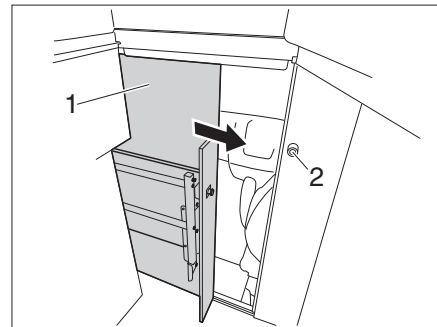

Bild 63 Schloss Fahrerhaus
- ▷ Nur mit gesicherter Tür (Bild 63,1) fahren.
- Tür (Bild 63,1) zuschieben, bis sie im Schloss einrastet.
- Den Griff (Bild 63,2) entgegen dem Uhrzeigersinn drehen, bis die Tür verriegelt ist.
- Den Griff (Bild 63,2) im Uhrzeigersinn drehen, bis die Tür entriegelt ist.
- Die Tür (Bild 63,1) aufschieben und sichern.